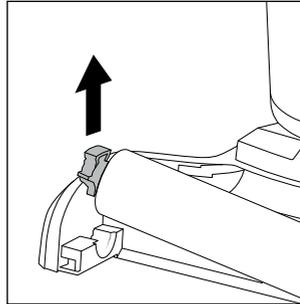

Fig. 34
- ◆ Agarre el soporte del lado izquierdo del rodillo de cepillos **6** y tire de este hacia arriba para extraer el rodillo de cepillos del pie del aparato **3** (consulte la fig. 34).